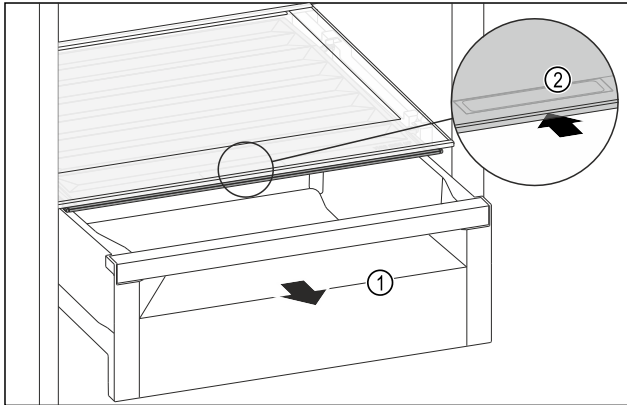

Fig. 152
- ▶ Schubfach Fig. 152 (1) herausziehen.
- ▶ Griffmulde Fig. 152 (2) am Fachdeckel anfassen und Fachdeckel gleichzeitig nach hinten schieben.